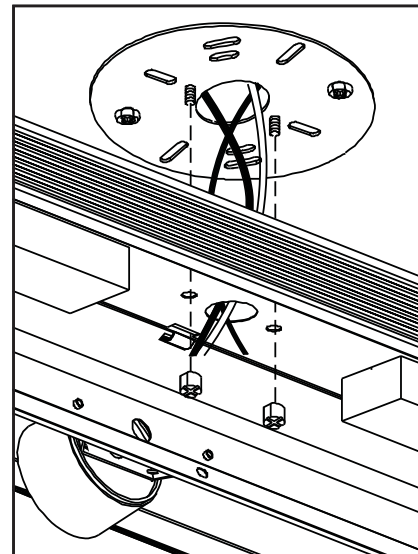

Figure 2
- 5) Lift fixture to ceiling and insert power leads through open hole. Position housing over the two screws (10) on Mounting Plate (12) and secure with finials (8). See Fig 2.
5) Soulevez le luminaire jusqu'au plafond et passez les fils d'alimentation à travers le trou ouvert. Positionnez le boîtier au-dessus des deux vis (10) sur le cadre de montage (12) et le fixer avec des fleurons (8). **Voir fig. 2.**